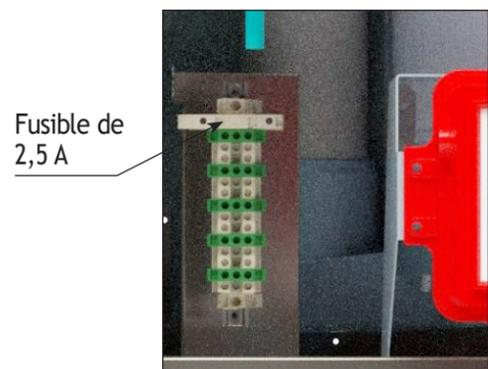

Fig. 24 - Emplacement de la barrette de raccordement
- Un fusible de 2,5 A est aussi situé sur la barrette de raccordement, pour protéger les sorties. Consultez la Fig. 24 en page 40.
1. Raccordez un service 120 V CA/15 A dédié aux bornes de tension de ligne situées à l'intérieur, dans le coin inférieur gauche, comme l'illustre la Fig. 24 ci-dessous.
2. Raccordez le câblage du diffuseur CH1 et CH2 aux bornes de tension de ligne situées à l'intérieur, dans le coin inférieur gauche, comme l'illustre la Fig. 24 à gauche. Ce diffuseur est habituellement utilisé pour fournir de la chaleur à la boucle de chauffage des pièces/chauffage central.
3. Raccordez le câblage du diffuseur ECS aux bornes de tension de ligne situées à l'intérieur, dans le coin inférieur gauche, comme l'illustre la Fig. 24 à gauche. Ce diffuseur est habituellement utilisé pour fournir de la chaleur au chauffe-eau indirect.
4. Raccordez le câblage de la pompe du système de chaudière aux bornes de tension de ligne situées à l'intérieur, dans le coin inférieur gauche, comme l'illustre la Fig. 24 à gauche.